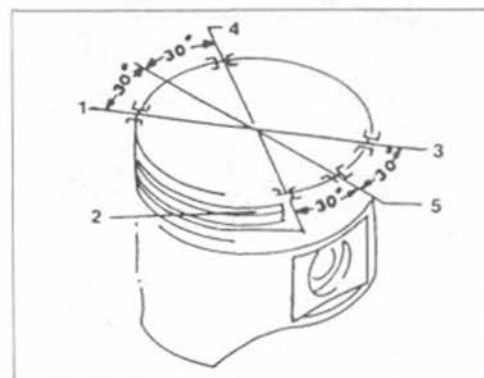

Рис. 93.
- Зазоры поршневых колец распределить через равномерные промежутки в 120° по окружности поршня. Рис. 93 показывает, как зазоры соотносятся с поршневыми кольцами у бензинового двигателя. Числа имеют следующие значения: